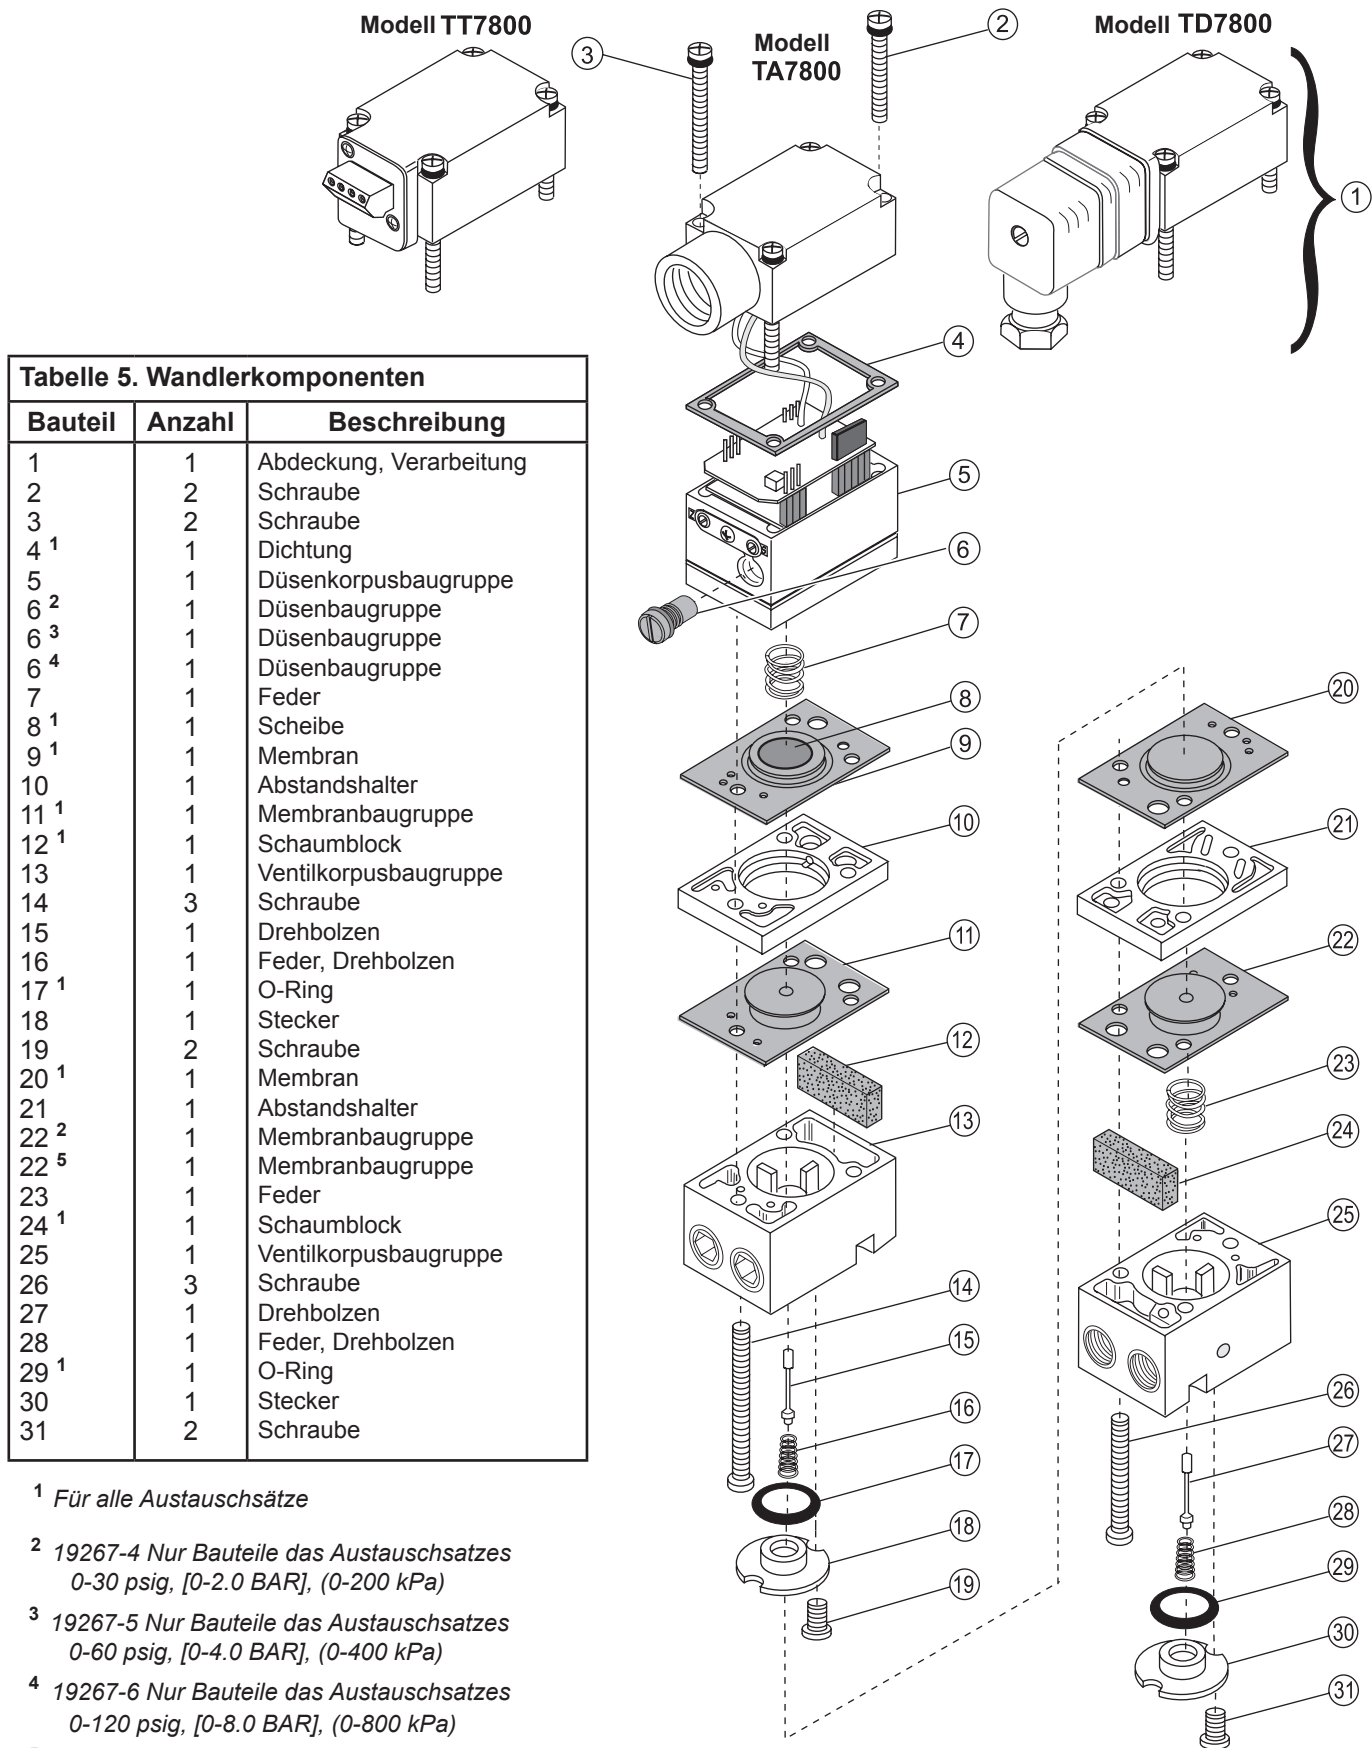

Abbildung 11. Explosionszeichnung
2. Entfernen Sie den Düseneinsatz (6) vom Gerät. Nähere Angaben finden Sie in Abbildung 11. "Explosionszeichnung" auf Seite 6.